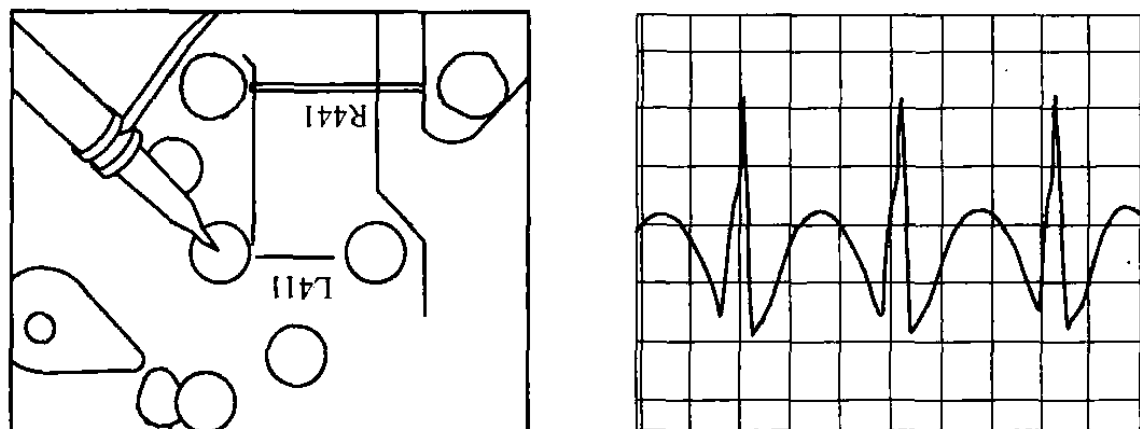

图 2-54 检测电感 L411 引线脚的信号
⑭ 当电视机图像出现水平变形失真时,这可能是失真校正电路中的元器件老化变质所引起的,应重点检测这些元器件。首先,将示波器的探头接到失真校正电感 L411 的引线脚上,观察失真校正信号的波形,具体检测部位及波形如图 2-54 所示。如果有图示信号波形,表明电路是正常的;如果波形失常,则表明失真校正电路有故障。